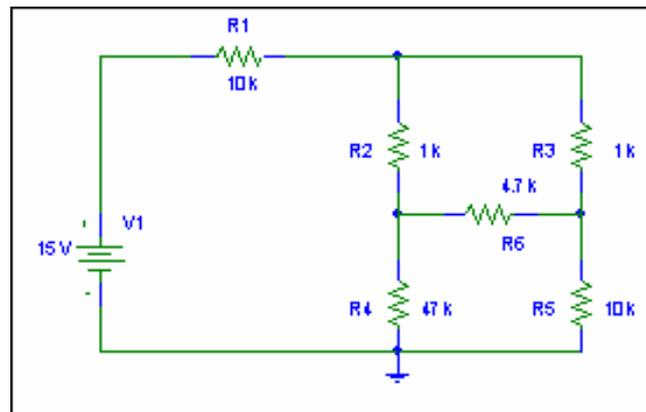

Figura 13. Verificación de las leyes de Kirchhoff
- Verificación experimental de las leyes de Kirchoff (sección 2.4 de la práctica 2, figura 13)